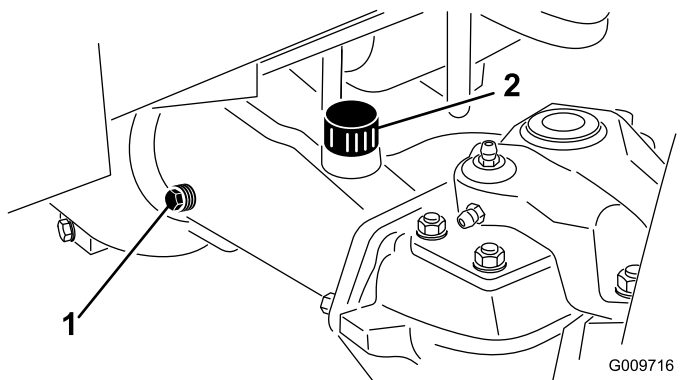

Figura 98
4. Retire los 2 tapones de verificación y el tapón de llenado de la carcasa del eje para facilitar el vaciado del aceite (Figura 98).